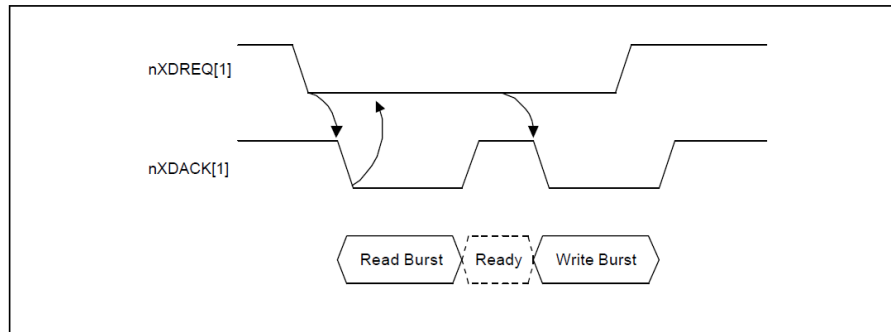

Figura 10.12: Modo de transferencia de bloque con protocolo single step.
- *Transferencia de bloque:* hay un ciclo de lectura de 4 palabras consecutivas seguido de un ciclo de escritura de 4 palabras. Por ejemplo, para el modo single step, la figura 10.12. El tamaño total de los datos a transferir debe ser múltiplo de 16 bytes, que es la mínima unidad de transferencia en este modo. Los cuatro bits menos significativos de la dirección deben ser cero para respetar el alineamiento a 16 bytes.